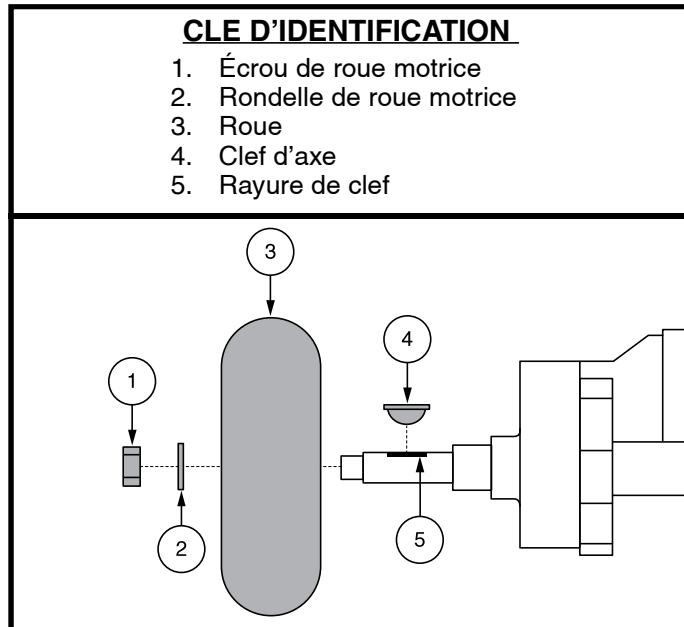

Figure 35. Enlèvement de la roue motrice à âme pleine
3. Enlever le l'écrou et la rondelle de roue motrice sur l'essieu. Voir la figure 35.